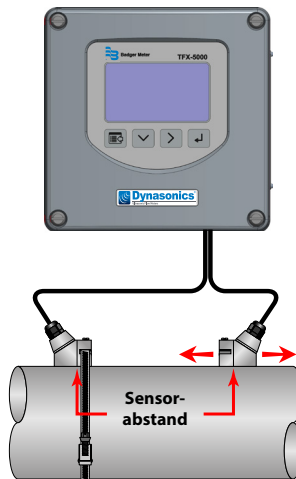

Abbildung 9: Sensorpositionierung
5. Platzieren Sie den stromabwärts gelegenen Sensor im berechneten Sensorabstand auf dem Rohr. Siehe Abbildung 9 auf Seite 6.
- NOTIZ:** Die Montage der Hochtemperatur-Sensoren (HZ) ist ähnlich wie die Montage der RZ-, NZ-, WZ-, LZ- und YZ-Sensoren. Hochtemperaturinstallationen erfordern ein Koppelmittel, das so ausgelegt ist, dass es bei der Betriebstemperatur der Rohroberfläche nicht fließt.